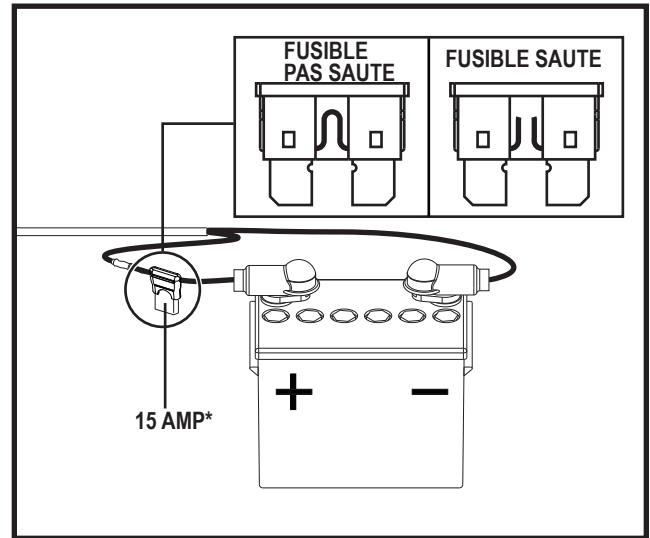

Figure 9. Fusible matériel
- Si le bouton de réinitialisation du disjoncteur n'est pas déclenché, vérifiez le fusible câblé pour voir s'il a sauté. Remplacez-le si nécessaire. **Voir la figure 9.**
- Vérifiez le fusible situé sur le fil d'alimentation rouge près de la batterie. S'il a sauté, le remplacer par un nouveau fusible de 15 ampères. **Voir la figure 9.**